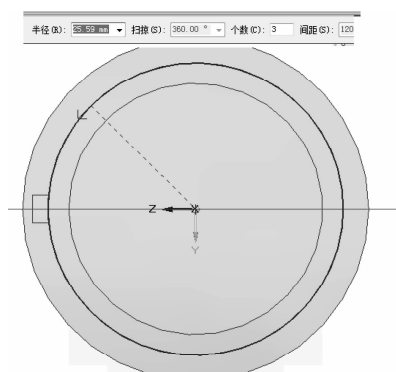

图 7-90 阵列参数
(2) 系统自动进入阵列界面，先选择阵列圆的圆心，然后输入半径，设置阵列的个数为【3】个，如图 7-90 所示，单击 【确定】按钮。